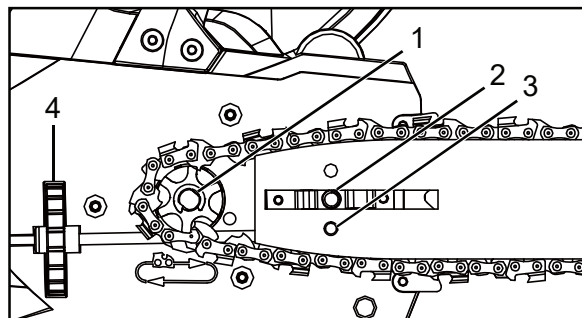
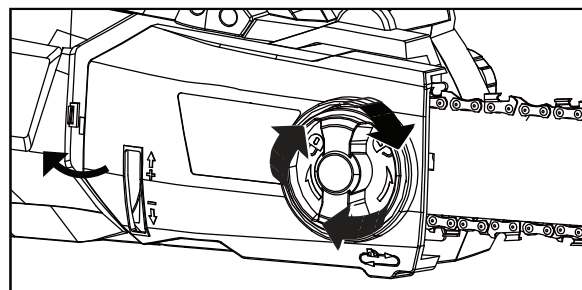

Figura 10 - Instale la cadena
Figura 11 - Reinstale la cubierta
4. Coloque la cadena de la sierra alrededor del piñón mientras alinea la ranura en la barra guía con el perno interno en la base de la sierra y el pin de tensión de la cadena en el orificio del pin de la barra guía (Figura 10). El pin de tensión de la cadena podría necesitar ajustes para alinearse correctamente con el orificio de la barra guía. Use la rueda de tensión de la cadena para ajustar su ubicación hasta que quepa en la barra guía.
5. Gire la rueda de tensión de la cadena para ajustar preliminarmente la barra guía lo suficiente para que la cadena permanezca en su lugar (Figura 10). Mientras sostiene la barra quieta, vuelva a instalar la cubierta. Asegúrese que la lengüeta se alinee correctamente con la ranura en el cuerpo de la sierra (Figura 11). Reinstale el bloqueo de la cubierta lateral y gírelo en sentido horario hasta que se enganche. Ajuste la tensión de la cadena.